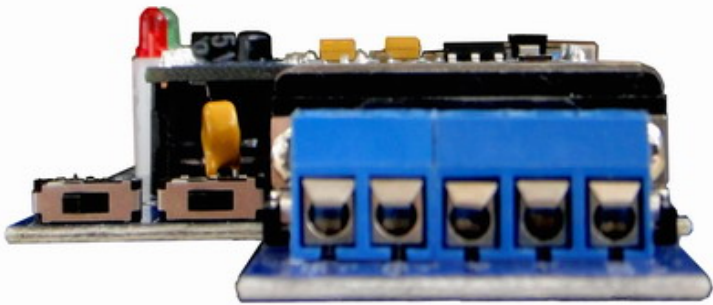

图 5 ZLSN3103 的 422 接口
4. 使用 422 转接板如图 5 所示，串口可以为 DB9 公头或者使用提供的 DB9_422 转接板。DB9 形式的线序如表 1，DB9_422 的线序如图 5 所示（从左到有分别为 1~5）: